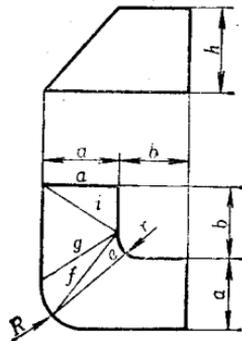

图 13
3. 求作圆角直边弯板 a 、 g 、 f 、 e 、 i 的实长, 写出作图步骤 (见图 13)。已知: $a = 30 \text{ mm}$ 、 $b = 30 \text{ mm}$ 、 $R = 20 \text{ mm}$ 、 $r = 12 \text{ mm}$ 、 $h = 36 \text{ mm}$ 。